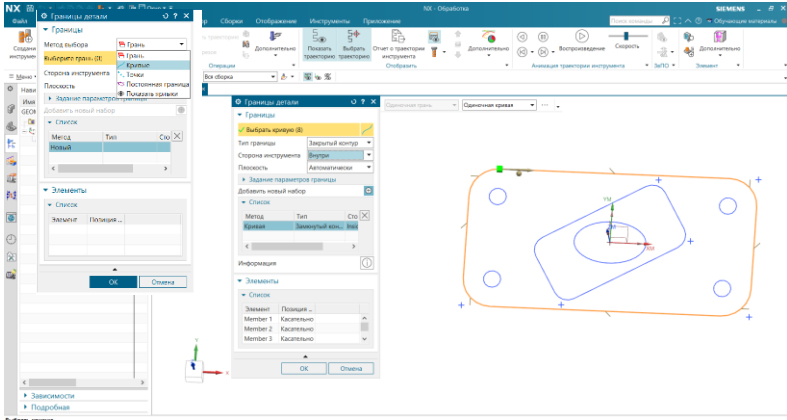

Рисунок 4.6 – Діалогове вікно «Граница детали»
5. Выполните команду задания границы детали. З'явиться новое диалоговое окно (рис. 4.6). Якщо модель задана твердим тілом, то частіше границі обираються вибором граней. Але це не є наш випадок. Переключіть Метод вибору на параметр Кривые, вид диалогового вікна зміниться.